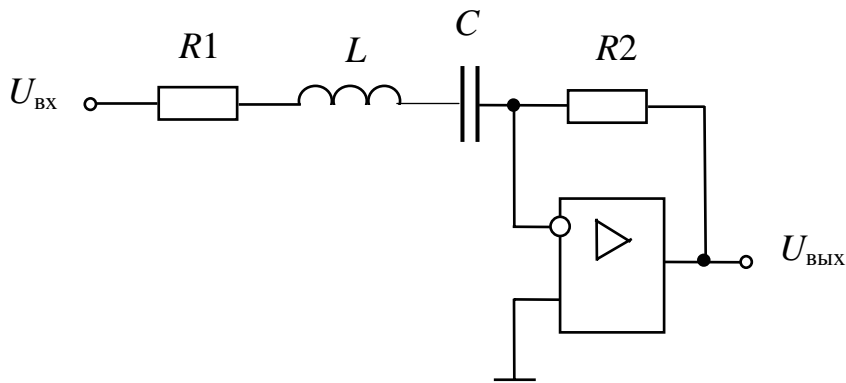

Рис. 2 – Избирательный усилитель с последовательным  $LC$ -контуром
2. Исследовать частотную характеристику избирательного усилителя с последовательным колебательным контуром (рис. 2).  $C=1+N$  нФ,  $L=200$  мкГн,  $R_1=10$  Ом,  $R_2=10$  кОм. Оценить избирательность усилителя по отношению ко второй гармонике резонансной частоты.